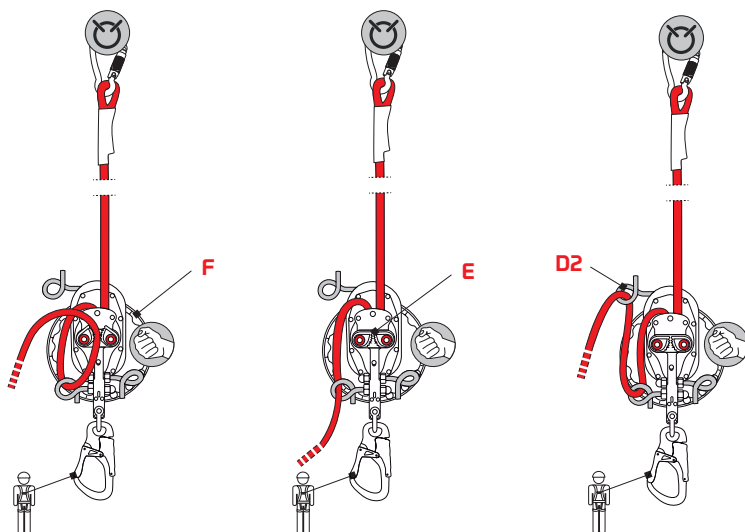
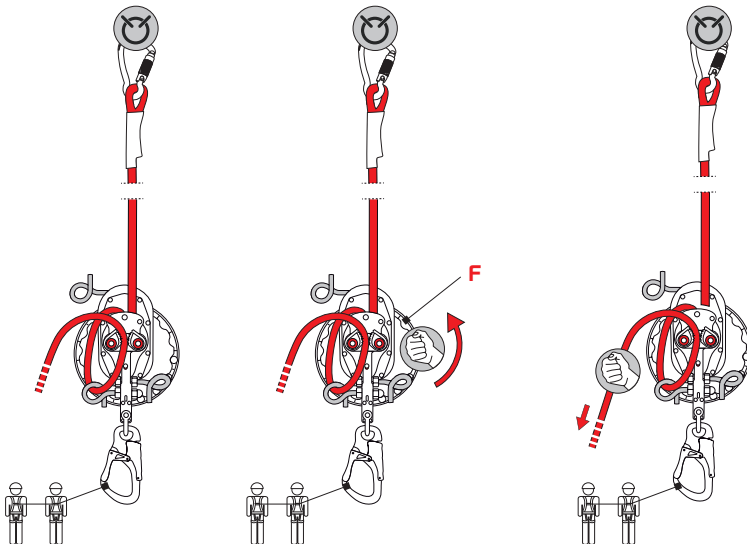

Abb. 9
Abb. 11
- e) das Rad (F) festhalten und das Seil aus der Klemmnocke (E) nehmen und in die Anschlagöse (D2) einlegen - Abb. 9,
- k) das Rad (F) drehen und ggf. die Kurbel (G) benutzen und nach jeder Drehung das freie Seil spannen (so kann das Gewicht des Verletzten auf die Absturzsicherung abgeleitet werden) – Abb. 11,
- a) das Rad (F) festhalten und das Seil aus der Klemmnocke (E) nehmen und in die Anschlagöse (D2) einlegen - Abb. 9,
- b) das Rad (F) loslassen,
- a) die Kurbel (G) drehen und nach jeder Drehung das freie Seil spannen - Abb. 11.